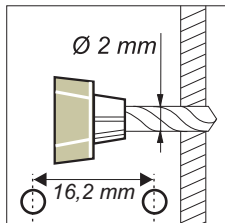

Abb. 1 Fig. 1
- Bohren Sie an der Montagestelle zwei Löcher im Abstand von 16,2 mm mit je 2 mm \ddot{R} (Abb. 1).
For mounting and connection refer to fig. 1, 2, 3, 4.